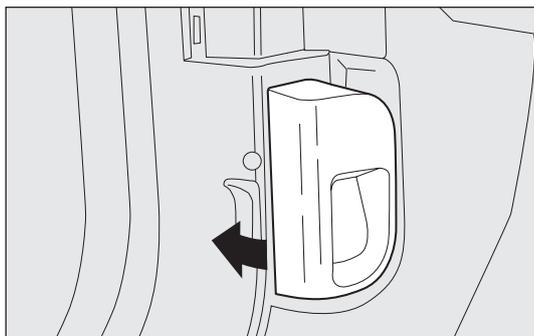

fig. 83
- tirare la leva fig. 83 nel senso indicato dalla freccia;